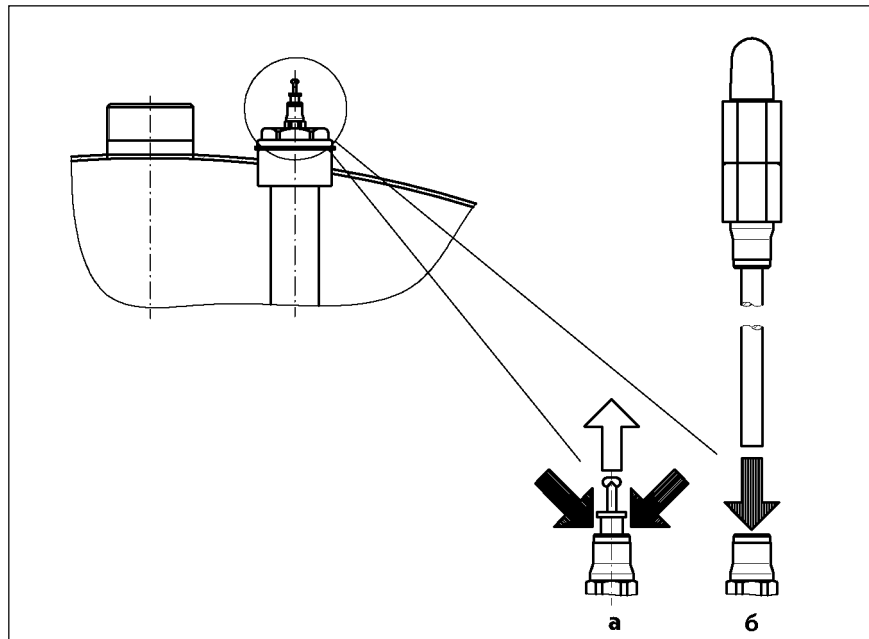

Рис.4
Для моделей SB 650/3 AC поставляется теплоизоляция марки WD, которая устанавливается во время монтажа прибора (номер заказа см. в разделе "Комплектующие"). Во время нагрева из предохранительного клапана (рис.4, поз.2) капает избыток воды, образующийся из-за расширения воды при нагреве водонагревателя. Это является необходимой мерой предосторожности.
- Вынуть красную заглушку, одновременно надавливая вниз зажимное кольцо, см. рис. 4 а.
- Открытый конец трубки индикатора вставить до упора, рис. 4 б.